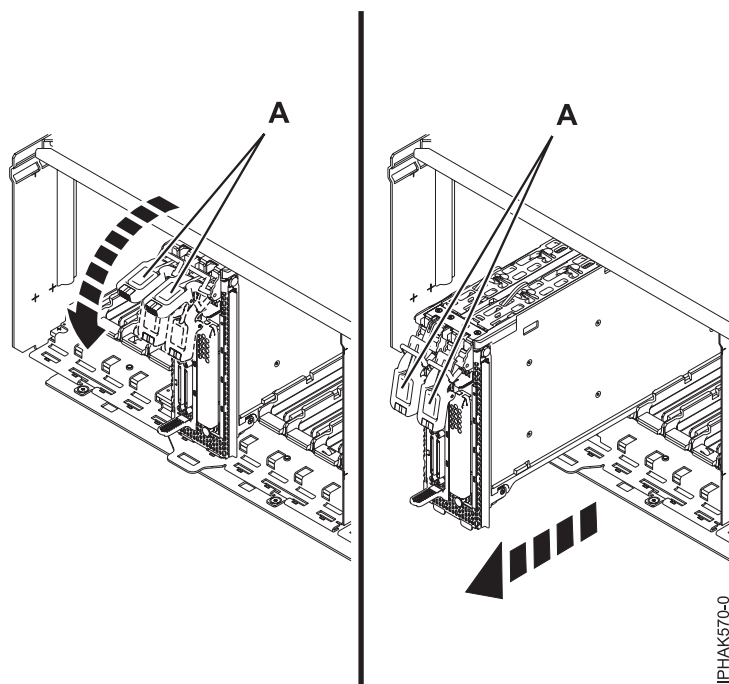

Figure 66. Retrait du bloc-cassette de l'unité d'extension d'entrée-sortie
- a. Vérifiez que les bras de verrouillage (A) sont abaissés, comme indiqué dans la figure 66, à la page 84.
- c. Sortez soigneusement le bloc-cassette de l'unité d'extension d'entrée-sortie. Voir figure 66, à la page 84.